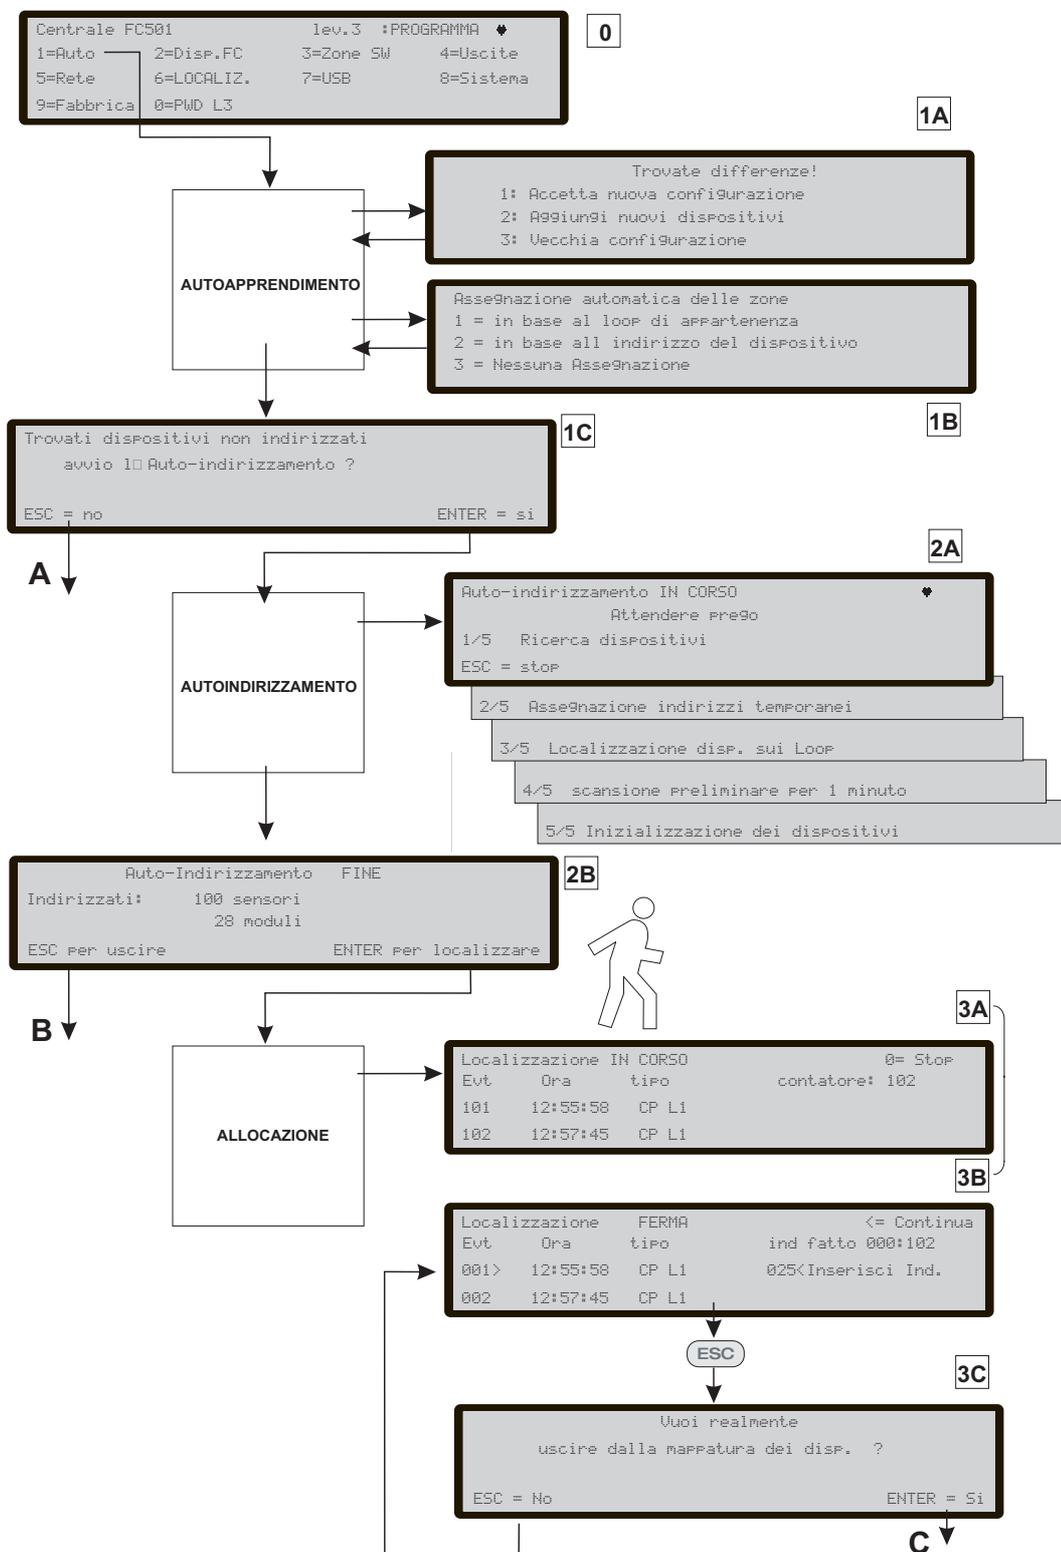

Figura 56 Fasi della programmazione "AUTO"
Nella prima fase si ricercano sui loop tutti quei dispositivi già indirizzati (per aver usato il service tool). Durante questa fase, viene richiesto quale schema di assegnazione automatica delle zone andrà applicato ai dispositivi trovati (vedi figura 56,1B).
Nel caso di centrale già configurata, essa segnala eventuali differenze e chiede come procedere (vedi figura 56,1A), in tal caso lo schema di assegnazione automatica delle zone sarà applicato solo ai nuovi dispositivi trovati.
Se si interrompe la funzione AUTO al termine di questa prima fase vedi figura 56,A, si ottiene:
La seconda fase viene avviata, se durante l'autoapprendimento, sono stati individuati dispositivi non indirizzati o con un indirizzo superiore a 128. Durante questa fase si individuano tutti i dispositivi non indirizzati, si assegna loro un indirizzo temporaneo e si provvede alla loro inizializzazione di default (vedi Figura 56, 2A).
Se si interrompe la funzione AUTO al termine di questa seconda fase (vedi Figura 56, B) si ottiene:
- Individuare il posizionamento nel sito di tutti i dispositivi attraverso la loro attivazione (in caso di moduli di solo uscita, sirene o lampeggiatori, essi verranno opportunamente attivati dalla centrale) (vedi figura 56, 3A).
In ogni caso all'uscita della fase di allocazione dei dispositivi (vedi Figura 56 C) viene eseguito un controllo per individuare la presenza di "doppi indirizzi", in tal caso verranno indicati gli indirizzi coinvolti e non sarà possibile abbandonare la procedura fino alla completa rimozione delle condizioni di errore.